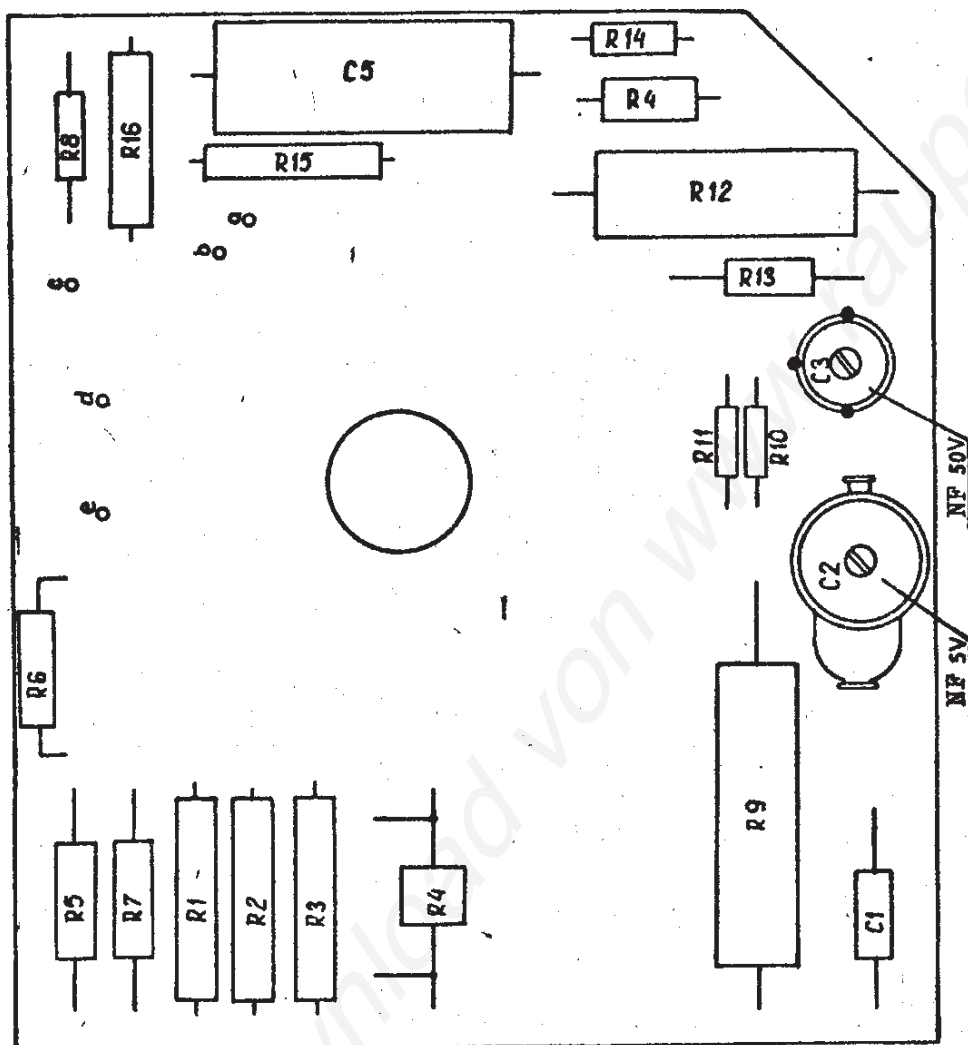

Abb.9 Umschalter /Eingangsteiler/
- im 50 V-Bereich - mittels Trimmer  $C_2$  am Kopplungsumschalter /Abb. 9/,
- im 5 V-Bereich - mittels Trimmer  $C_4$  am Kopplungsumschalter /Abb. 9/.